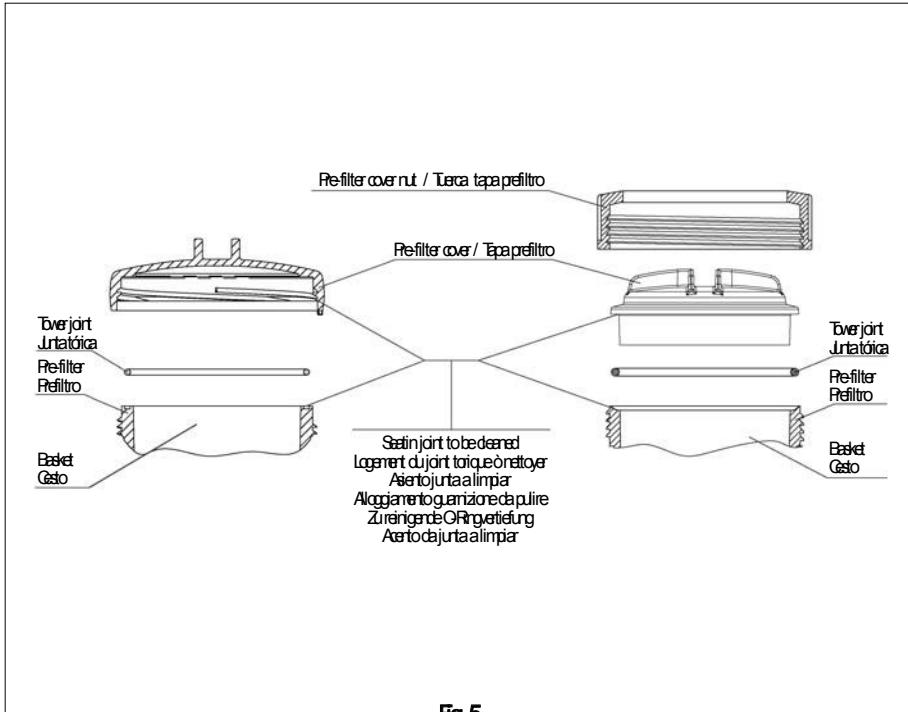

Fig 5
1. Remover a tampa do pré-filtro desenrolando a porta de fixação (Fig. 5).
- Colocar a tampa do pré-filtro e enroscar para fechar sem esquecer de colocar a junta na respectiva posição (Fig.5).
- Sempre que o pré-filtro for aberto, limpar as impurezas do asento da junta e da própria junta, para garantir a estanqueidade no fecho da tampa (Fig. 5).